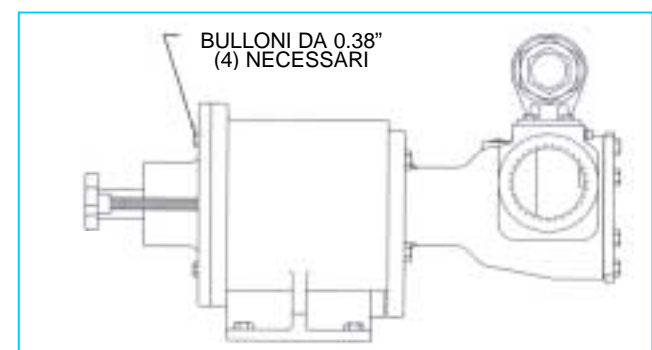

FIGURA 40
5. Installare i (4) bulloni da 0.38". Far ruotare a mano la parte di albero che fuoriesce per essere sicuri che la pompa giri liberamente **Vedere Figura 40**.